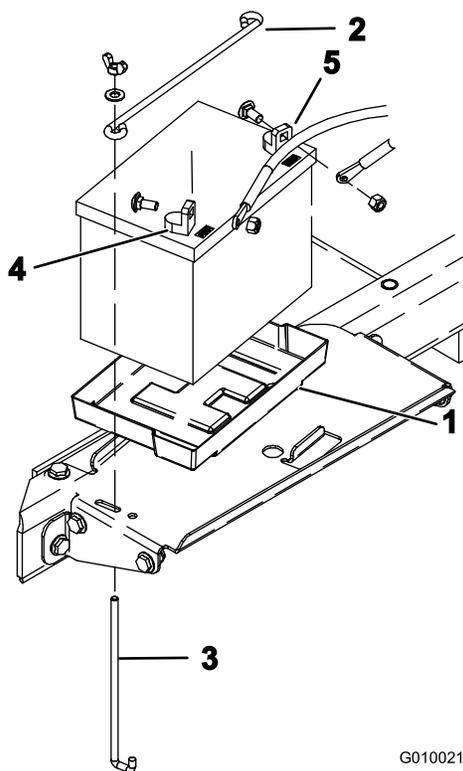

図 6
8. バッテリー・ボックスのトレーにバッテリーを載せる（図 6）。この時、端子が車体の外側へ向くようにする。
9. 横棒（2本）、縦棒（2本）、平ワッシャ、と蝶ネジ（2個）でバッテリーを固定する（図 6）。
10. プラス (赤) ケーブルをプラス (+) 端子に、ボルトと蝶ナットで固定し (図 6)、次に、マイナス (黒) ケーブルをマイナス (-) 端子に接続し、ボルトと蝶ナットで固定する (図 6)。ショート防止のために (+) 端子にゴムキャップをかぶせる。